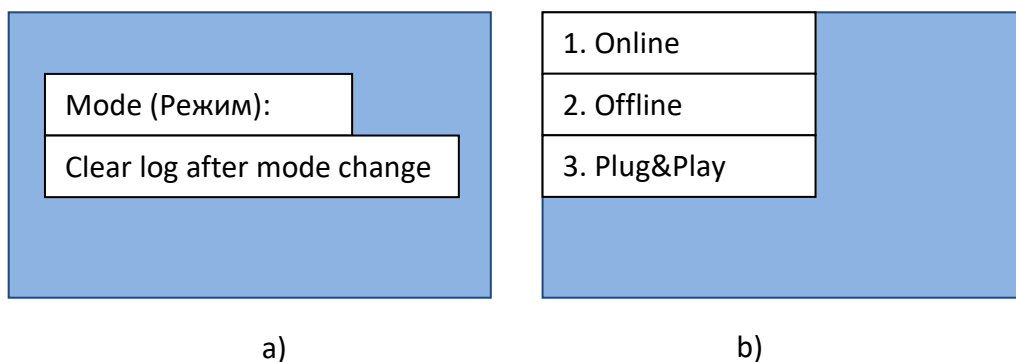

Рис.69 -Екран налаштування режиму роботи
- 5) Рис.69 -b автоматично відкриються послідовно протягом декількох секунд один за одним. Дочекайтеся появи екрану в
- 6) Рис.69 -b, після чого приступайте до вибору режиму роботи